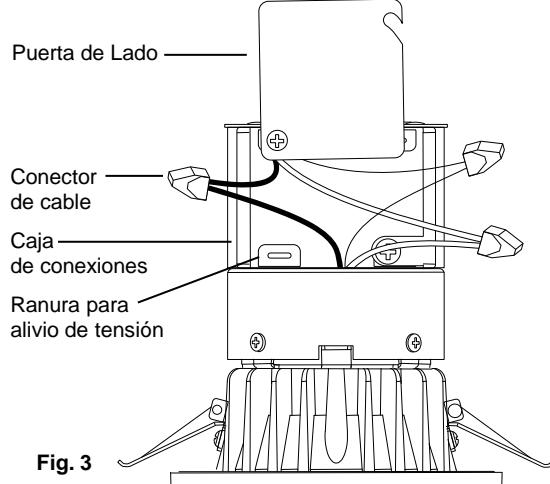

Fig. 3
4. Abra la puerta de lado de la caja de conexiones. Si está utilizando un cable BX, retire uno de los detalles redondos ubicados en la parte superior o laterales de la caja de conexiones. Si está utilizando un cable de NM, quite un detalle rectangular en la parte posterior de la caja de conexiones. Inserte unos 5 o 6 pulgadas del cable NM en la caja de conexiones a través de una de las ranuras para alivio de tensión. (Fig. 3)
5. Retire al menos 3 " de la vaina externa del cable y la envoltura plástica o el papel de embalar. Pele aproximadamente 3/8 " de aislamiento de los extremos de los cables de alimentación. Usando los conectores de cable, haga las siguientes conexiones de cables dentro de la caja de conexiones (Fig. 3):